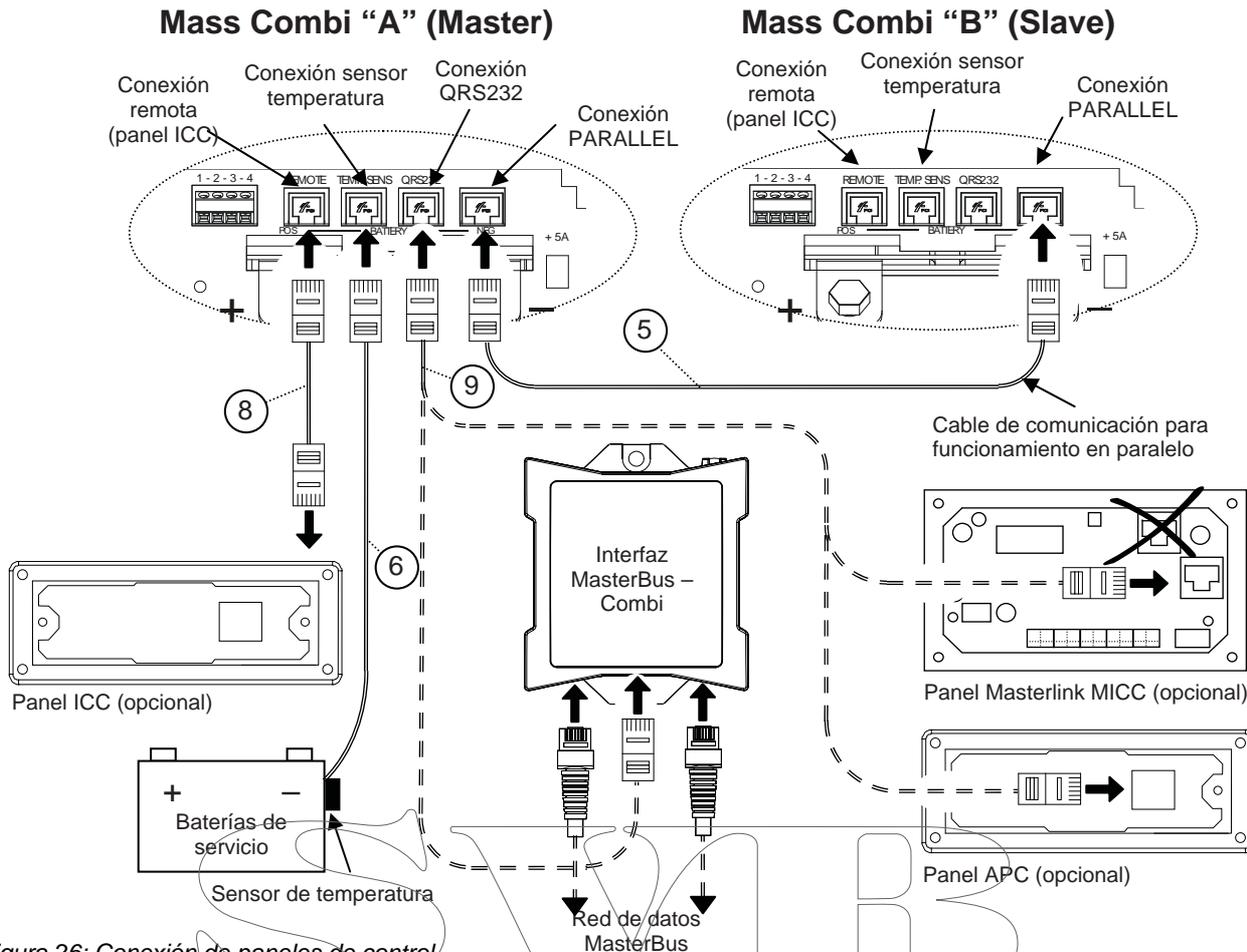

Figura 26: Conexión de paneles de control remoto, sensores de temperatura de batería y cable de comunicación para el funcionamiento en paralelo
- Véase la referencia ②. Conecte la salida «AC output POWER » del Combi A al grupo de distribución de potencia.
- Véase la referencia ③. Conecte la salida «AC output SHORT BREAK » de ambos Mass Combi A y B a la distribución SHORT BREAK. Asegúrese de que no se cambian los cables L, N y PE / GND.
- Véase la referencia ④. Coloque los cables de CC entre la distribución de CC y cada Mass Combi. Conecte el cable rojo a la conexión positiva (+) y el cable negro a la conexión negativa (-). No instale los fusibles de CC de la distribución de CC antes de que esté terminada la instalación completa (véase el capítulo 7).
- Véase la figura 26, referencia ⑤. Coloque el cable de comunicación modular octopolar entre el Mass Combi A y el Mass Combi B. Conecte este cable a los conectores "PARALLEL".
- Véase la referencia ⑥. Coloque el sensor de temperatura en la batería de servicio e instale el cable en el Mass Combi A y conecte el conector RJ12 al conector "TEMP.SENS" (conexiones del bus de datos).
- 1 Véase la figura 26, referencia ⑧. Si usted desea instalar el panel de mando remoto ICC, instale el cable de comunicación entre el Mass Combi A y el panel. Conecte el conector RJ12 a la entrada "REMOTE" (conexiones del bus de datos) del Mass Combi A.
- 2 La interfaz MasterBus-Combi o los paneles distintos al panel de control remoto ICC se han de conectar a la conexión "QRS232"; referencia ⑨. Consulte las instrucciones en el manual de instalación pertinente.